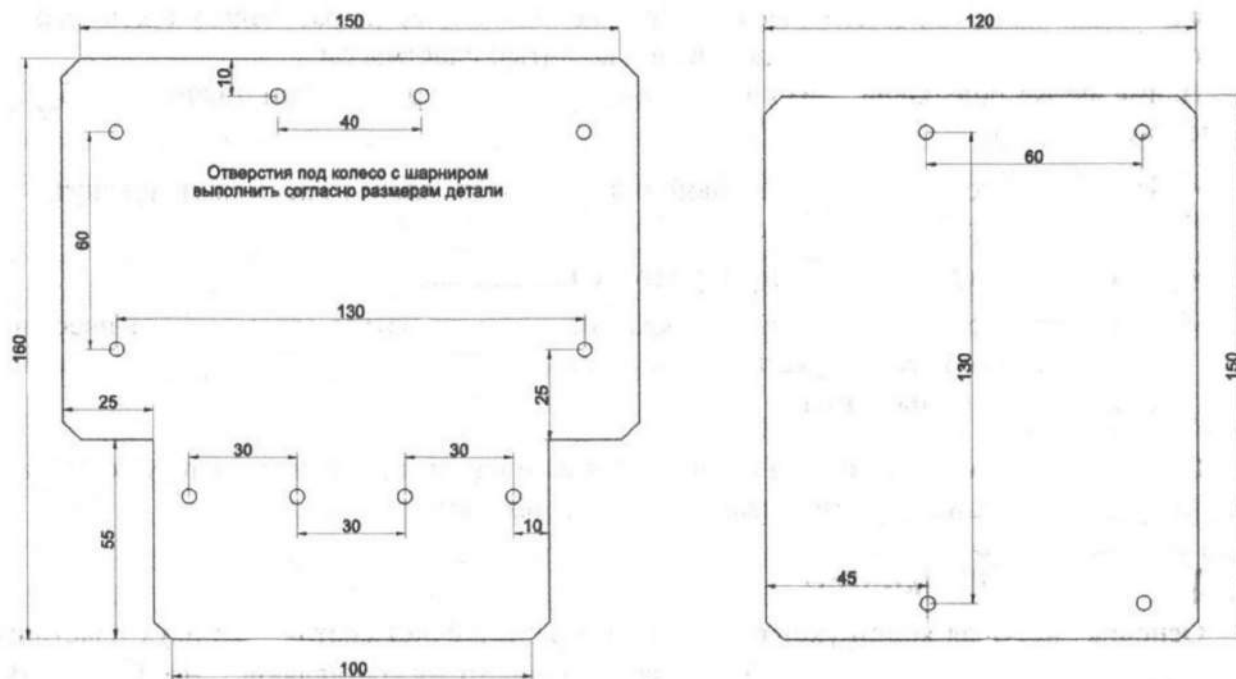
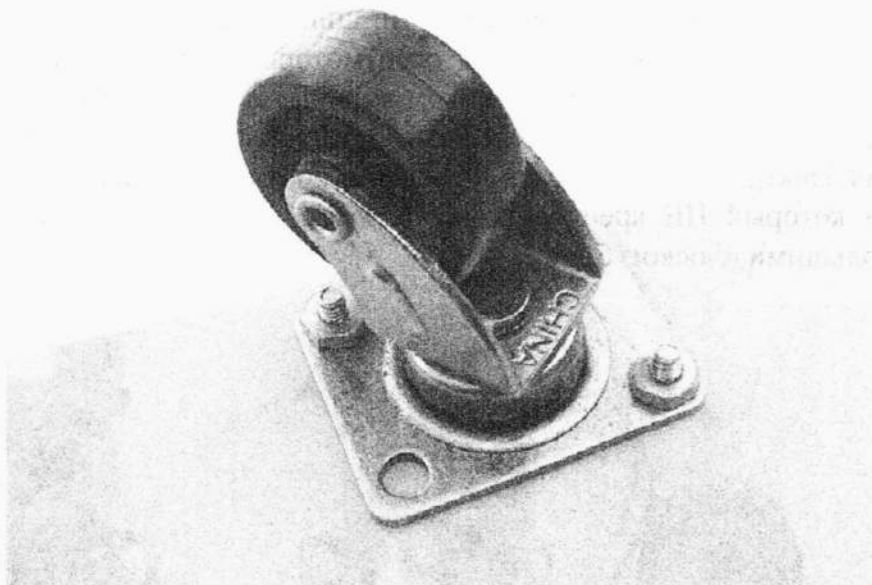

Рис. 15.1. Шаблон для сверления и распиловки робота Ровера
Рис. 15.7. Прикрепите колесо на шарнире винтами к нижней деке робота
Примерный шаблон для сверления и распиловки для Ровера показан на рис. 15.1. Робот, как видите, будет иметь двухуровневую структуру. Все размеры на рисунке приведены в миллиметрах.
Первым шагом в конструировании робота будет изготовление двух панелей (дек) согласно шаблону, изображенному на рис. 15.1. Сначала в заготовках будет нужно просверлить отверстия, а уж потом правильно отрезать деки.
1. Чертеж шаблона с рис. 15.1 можно нарисовать прямо на деревянной или пластиковой заготовке. Или, еще лучше, вырежьте шаблон из плотной бумаги и наложите или приклейте его на заготовку из подходящего материала.
Колесо на шарнире также крепится к нижней деке при помощи винтов и гаек, как показано на рис. 15.7. Здесь также, если получится, можно обойтись уже знакомыми нам винтами М3 с длиной 10 мм. В зависимости от модели колесика, которую удастся приобрести, расстояния между отверстиями под него могут существенно отличаться, поэтому лучше всего достать эту деталь еще до изготовления шаблона (рис. 15.1) и перенести размеры крепежной площадки непосредственно с имеющегося колеса.